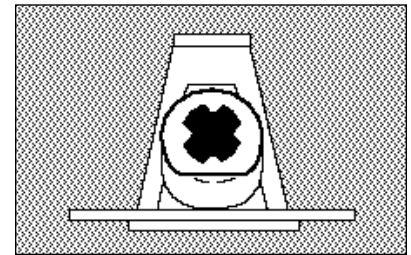

Figura 2
5. Para cambiar las Boquillas, inserte la hoja de un cuchillo cuidadosamente entre la brida de la boquilla y la base. Separe la boquilla y sáquela. Alinee la boquilla nueva como se muestra en la **Figura 2**. Inserte las boquillas nuevas cuidadosamente en la Base de la boquilla hasta que se asiente la brida completamente. *Evite el contacto con el orificio de la boquilla ya que el rendimiento del aspersor puede deteriorarse si el orificio se daña o se modifica de cualquier forma.*